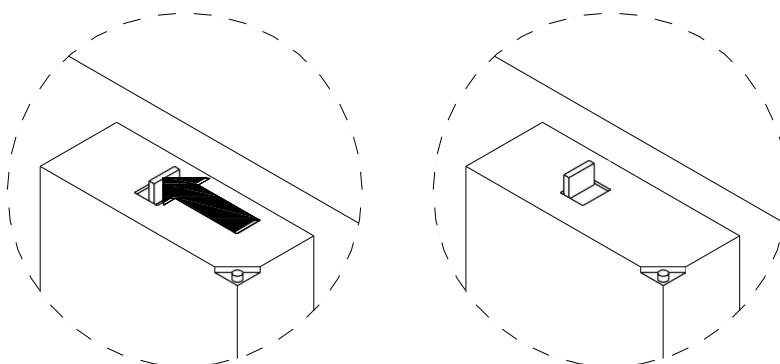

Figure 32 - Rétablissement du contrôle
- Réinitialiser le relais de contrôle comme indiqué à la Figure 32